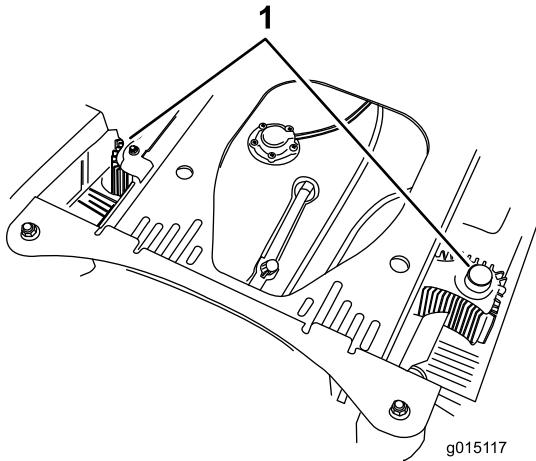

Bild 88
4. Entfernen Sie Schmutz- und Grasrückstände von den Hauben der Hydraulikanlage (Bild 88).